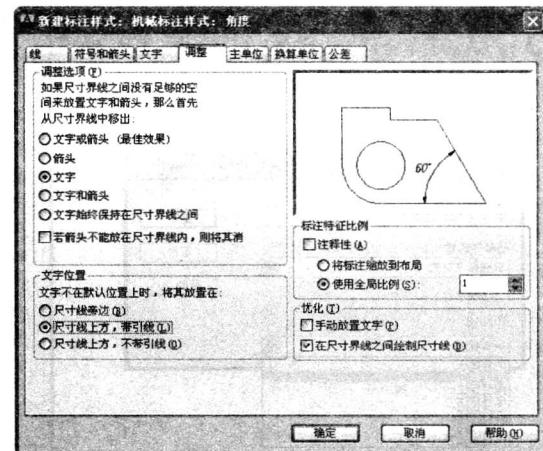

图 1-27 设置“调整”选项卡
3. 打开“调整”选项卡，在“调整选项”选项栏中选中“文字”单选按钮，在“文字位置”选项栏中选中“尺寸线上方，带引线”单选按钮，即当尺寸文字在尺寸界线内放不下时，将其置于一条水平引线上。“调整”选项卡的设置如图 1-27 所示。